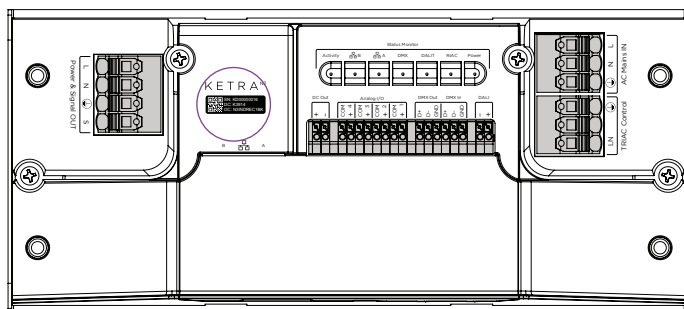

fig. 5
- Nous vous recommandons de noter le numéro de série, l'emplacement et les appareils connectés sur les dessins d'installation. Cela peut aider lors de la programmation et de la configuration ultérieures. (Le numéro de série se trouve en haut du couvercle de la carte de commande – voir la fig. 5).